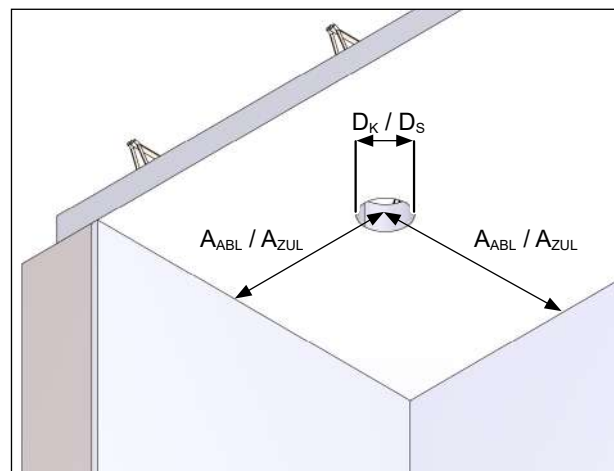

Abb. 13: Kernloch für Deckenkästen – Minstdurchmesser und Mindestabstände
- ▶ Erstellen Sie ggf. das notwendige Kernloch für den Deckenkasten. Der Durchmesser der Bohrung hängt vom verwendeten Deckenkasten-Modell ab (siehe Abb. 13).
- ▶ Beachten Sie die erforderlichen Mindestabstände vom Kernloch zu angrenzenden Flächen (siehe Abb. 13). Der Mindestabstand hängt davon ab, ob ein Abluft- oder Zuluftventil in das Kernloch eingesetzt wird.